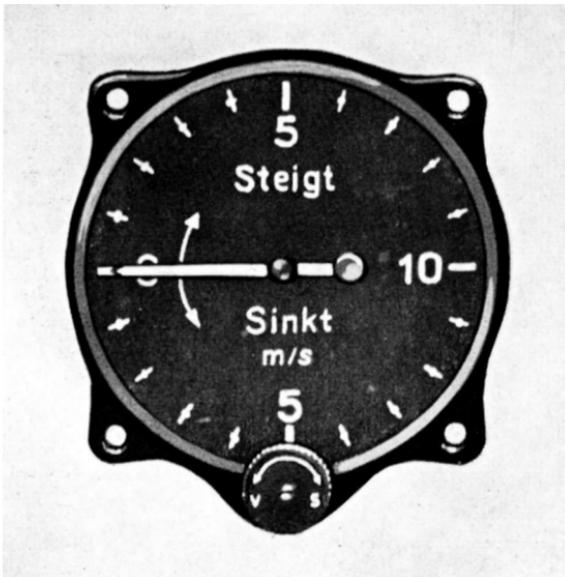

Abb. 117. Dosenvariometer, Ansicht
a) **Dosenvariometer** (Abb. 117 u. 118).